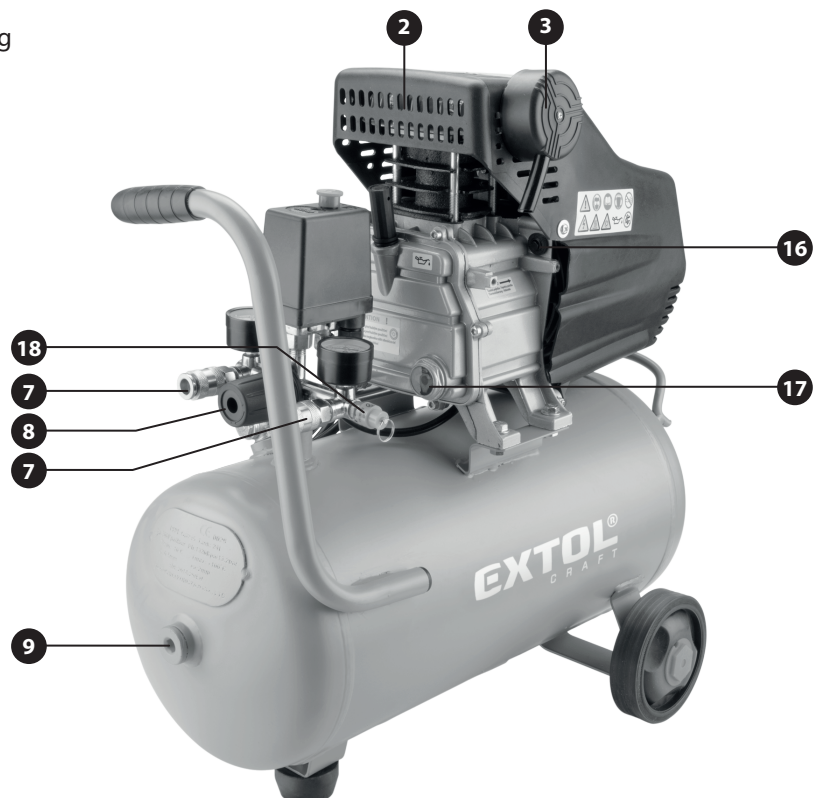

Abb. 1B
Ziehen Sie am Ring des Überdruckventils (Abb. 1B, Position 18)/ Abb. 8 und prüfen Sie, ob der Ventilstift sich bewegt und automatisch schließt.
- Der Kompressor ist mit einer Thermosicherung ausgestattet, die nach dem Erreichen einer kritischen Temperatur aktiviert wird, z. B. beim Betrieb des Kompressors bei sehr heißem Wetter. Falls der Kompressor abschaltet, auch wenn der eingestellte Druck nicht erreicht ist, drücken Sie den Betriebsschalter in die Position „OFF; AUS“ und lassen Sie ihn abkühlen. Bei heißem Wetter ist es empfohlen, den Kompressor in einen kühlen Bereich zu platzieren, da die Abkühlung schneller zustande kommt. Nach dem Abkühlen vom Kompressor drücken Sie zuerst den Taster für die Deaktivierung der Thermosicherung, siehe Abb. 1B, Position 16, und dann schalten Sie den Betriebsschalter in die Position „ON“ (EIN) um. Falls es sich nicht um die Aktivierung der Thermosicherung handelt, lassen Sie den Kompressor in einer autorisierten Servicewerkstatt der Marke Extol® reparieren.